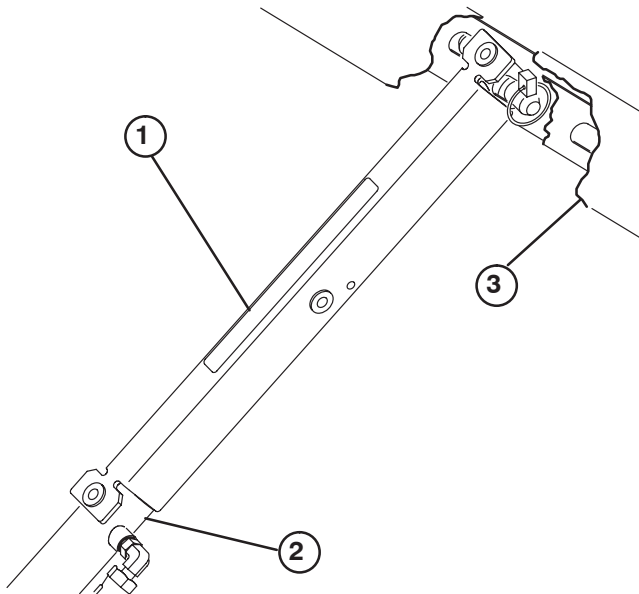

Figure 39
3. Poussez la béquille de plateau sur la tige du vérin et vérifiez que les languettes d'extrémité sont en appui au bout du corps du vérin et au bout de la tige du vérin (Fig. 39).